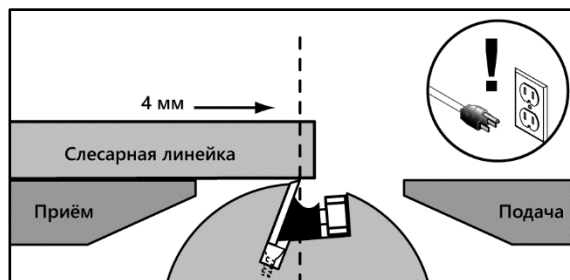

Рисунок 19.
- Расположите слесарную линейку на столе приема так, чтобы он дотягивался до строгального вала и вращайте вал за шкив до тех пор, пока один из ножей не окажется в верхней точке (рис. 19).